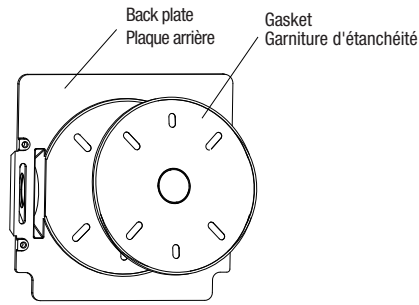

Fig. 2B
2. Peel the yellow sticker and paste the black gasket on the external round area of the back plate of luminaire (Fig. 2B).
2. Décoller l'autocollant jaune et coller la garniture d'étanchéité sur la surface ronde extérieure de la plaque arrière du luminaire (Fig. 2B).